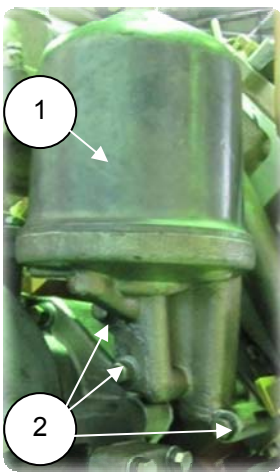

Рис. 6.61
1. Снять транспортные заглушки с маслоочистителя центробежного, собрать 3 болта (2) М10 с шайбами, установить в отверстия маслоочистителя центробежного (рис. 6.61);
3. Установить маслоочиститель центробежный (1) (840.1028010) на блок цилиндров, завернуть болты на 2-3 нитки от руки (рис. 6.61);